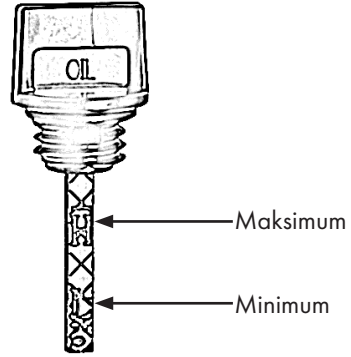

Rysunek 15
- Odkręcić korki wlewu oleju z podłączonym bagnetem, Rys. 15.